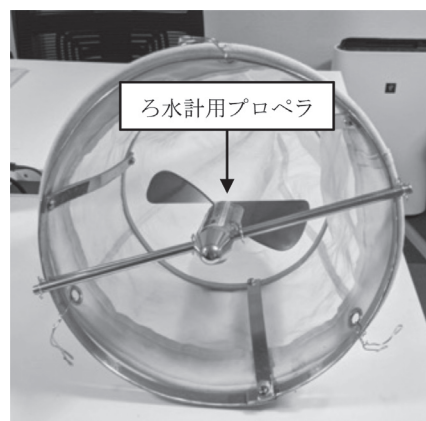

図 1 ネット開口部に固定されろ水計（金属製フレーム使用）写真は、環境省の許可を得て、河川マイクロプラスチック調査ガイドラインから転載した。
①のネットとしては、市販されている口径 30 cm の短円錐型ネットであり、ネット末端にはゴムや金属製の底管（コッドエンド）が付いている。ネットの目合いは 0.3 mm 程度が一般的である。そのため、MP の短径が 0.3 mm よりも小さいものはネットをすり抜ける可能性が高く、長径 1 mm 未満の MP を捕捉できていない可能性がある。このため、本ガイドラインでは、MP の対象サイズを長径 1 mm 以上とし、1 mm 未満の MP は参考値となっている。ナイロン製ネットを使用する場合は微細 MP によるコンタミネーションが発生する可能性を否定できないが、ガイドラインの対象サイズを考慮すると測定値に影響を与える可能性は低いと考えられる。
②のろ水計は、ネット開口部に取り付け、プロペラの回転数によりろ水量を求めるための積算流量計である。流況に応じて、プロペラの大きさが異なる低流速用（適用範囲：0.02～1.00 m/s）と高流速用（同：0.10～7.90 m/s）を使い分ける必要がある。低流速用はプロペラが大きく、より小さな流速でも計測可能であり、平常時河川の観測に向いている。一方、出水時に用いる高流速用はプロペラが小さいため、出水時の大量に流れてくる草やごみに絡みにくい特徴も有する。ろ水計をネット開口部に取り付けるには、紐で引っ張って固定する方法や、金属製フレーム等で固定する方法（図 1）がある。固定に際しては、ろ水計の中心軸が流れと平行（ネット開口部と垂直）な向きを維持する必要があること、かつ、プロペラがネットに接触しないように注意する必要がある。なお、ろ水計は使用期間が長くなると、低流速時にプロペラの回転速度が低下し、計測可能な最低流速が 2 cm/s よりも大きくなるため、定期的なメンテナン